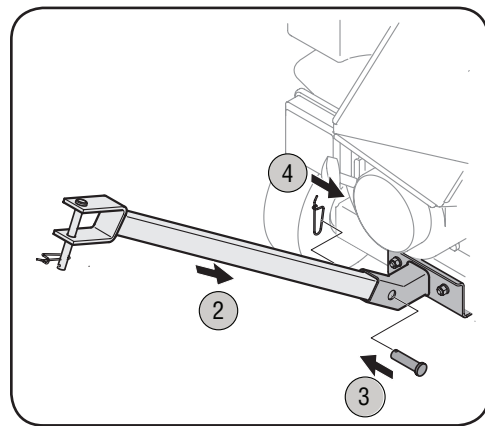

Figura 3-4
2. Inserte la barra de remolque en el receptor. Vea la Figura 3-4.
3. Vuelva a insertar el pasador de horquilla en los orificios de alineación de la barra de remolque y del receptor. Vea la Figura 3-4.
4. Sujete con el pasador de resorte para asegurar. Vea la Figura 3-4.